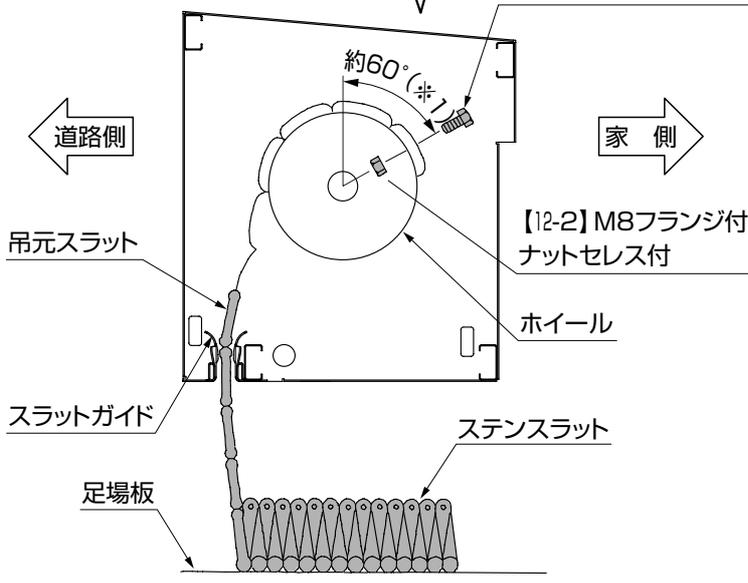

図4-3
- ①吊元スラットを真上から引き上げ、シャフトのホイール取付け用孔の位置に合わせてください。
- ②吊元を止める位置がホイール頂点より家側で、斜め約60°方向(※1)になっていることを確認してください。(図4-3参照)